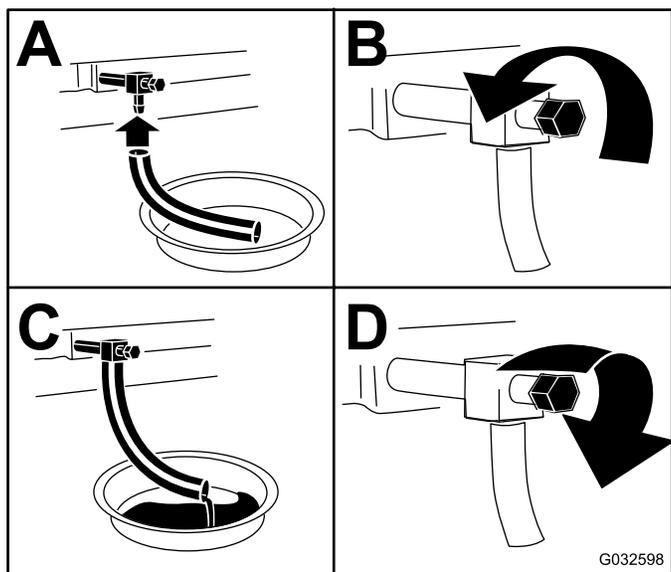

図 44
3. エンジンを停止させ、キーを抜き取り、各部が完全に停止したのを確認してから運転位置を離れる 図 44
4. エンジンオイルを交換する 図 44。